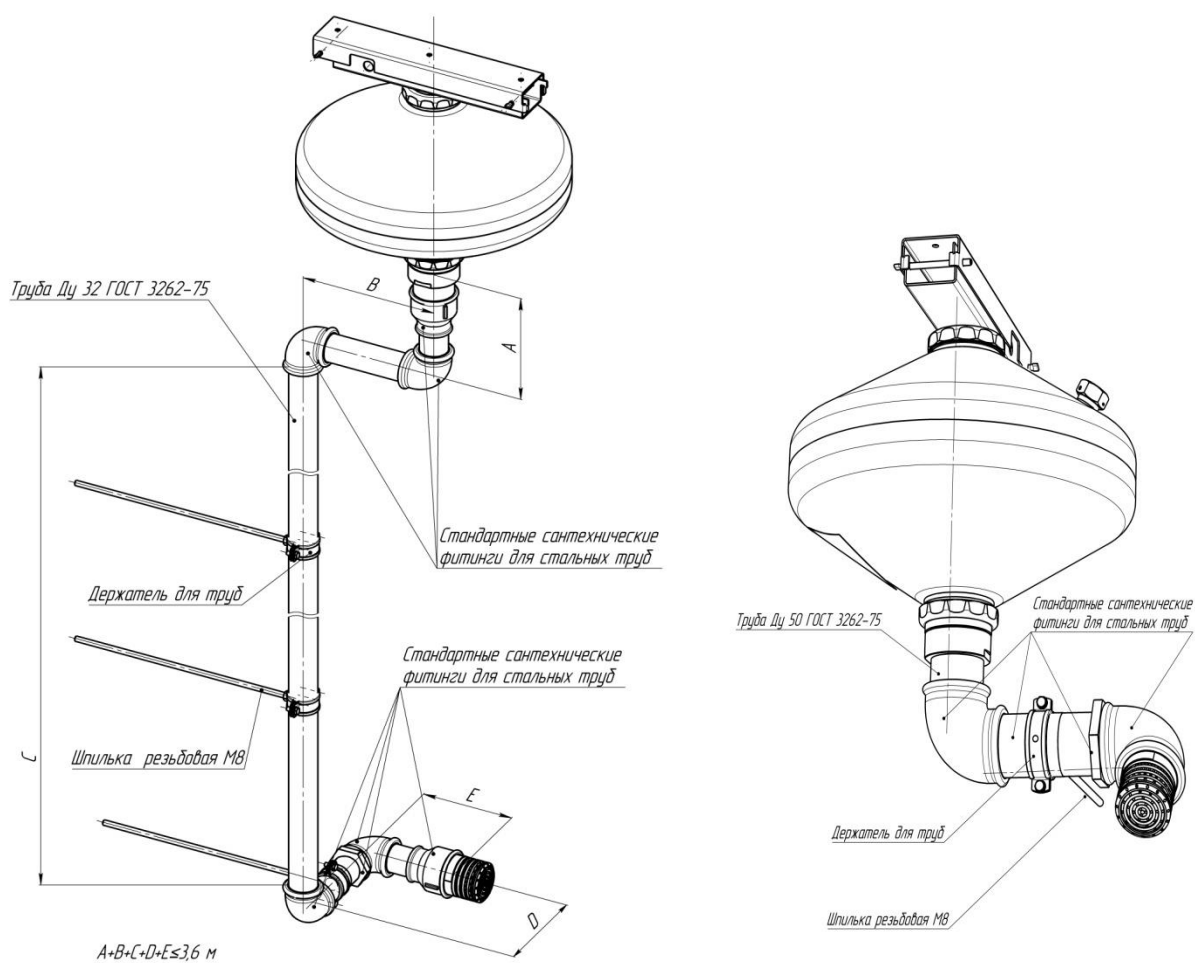

Рис.3 Общий вид модуля с удлиненным трубопроводом.
3.5. Допускается насадок - распылитель ТРВ - 85, ТРВ - 60, ТРВ - 60Вр, ТРВ - 180 присоединять к модулю с помощью трубопровода длиной не более 1,5 метра - (Ду 50), не более 2,3 метра - (Ду 40) не более 3,6 метров - (Ду 32) для решения задач размещения модулей в помещениях с конструктивными особенностями потолочных конструкций, наличием фальшпотолков, затенений и пр. (СТО 96450512 - 002 - 2016 Приложение Р). Типовые разводки для указанных диаметров трубопроводов с учетом максимальной допустимой длины представлены на рис.3.